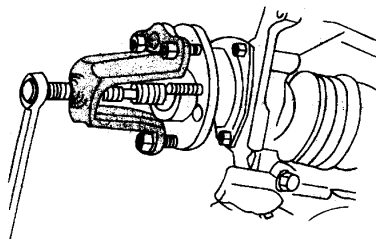

图 1-10 分离车轮轴承
- ③ 拆卸制动钳托架及制动钳拆下制动钳体，并将制动钳固定在车身上，使得制动管路不会因为的制动钳重量而弯曲甚至被损坏拆卸制动盘。
- ④ 拆卸传动轴螺母。
- ⑤ 如图 1-10 所示，用三颗车轮螺母将轮毂芯轴拆卸工具连接到车轮轴承 / 轮毂上分离传动轴与车轮轴承。